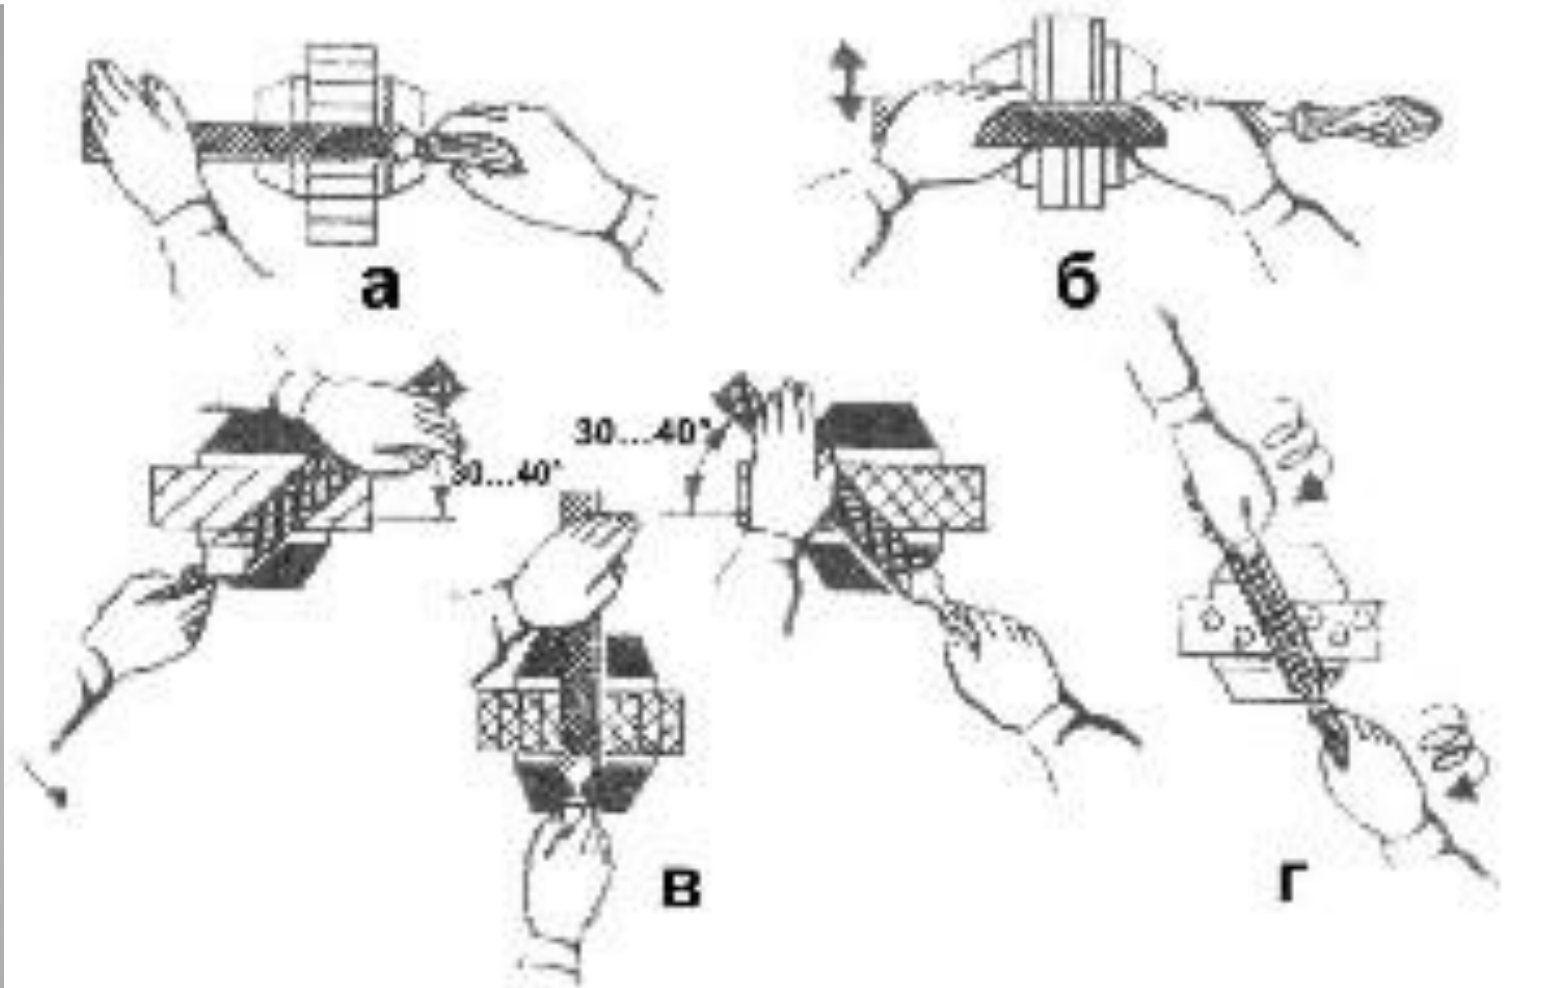

Рисунок 3
- Различают несколько способов опиливания: поперечное, продольное, перекрестное и круговое. Поперечное опиливание (рис.3 а) выполняют при снятии больших припусков. При продольном опиливании заготовок (рис.3 б) обеспечивается прямолинейность обработанной поверхности. Лучше сочетать эти два способа опиливания: сначала опиливание выполняют поперек, а затем — вдоль. При опиливании перекрестным штрихом (рис.3 в) обеспечивается хороший самоконтроль за ходом и качеством работы. Сначала опиливают косым штрихом слева направо, затем, не прерывая работы, прямым штрихом и заканчивают опиливание снова косым штрихом, но уже справа налево. Круговое опиливание (рис.3 г) выполняют в тех случаях, когда с обрабатываемой поверхности нужно снять частые неровности.